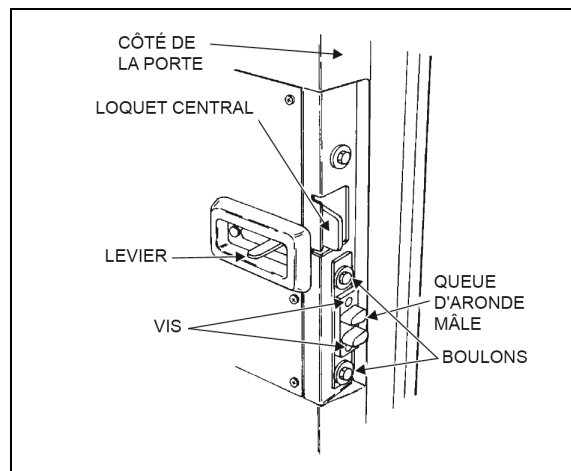

FIGURE 19 : LOQUET DE LA PORTE (AUTOCAR) 18059
- Pour régler la queue d'aronde mâle sur le côté gauche de la porte, enlever les deux vis et desserrer les deux boulons. Faire glisser la queue d'aronde mâle vers l'intérieur et visser les deux boulons, sans serrer. Fermer doucement, mais fermement la porte, puis l'ouvrir lentement et serrer les deux boulons. Fixer la queue d'aronde à la porte avec des vis. Voir la Figure 19.